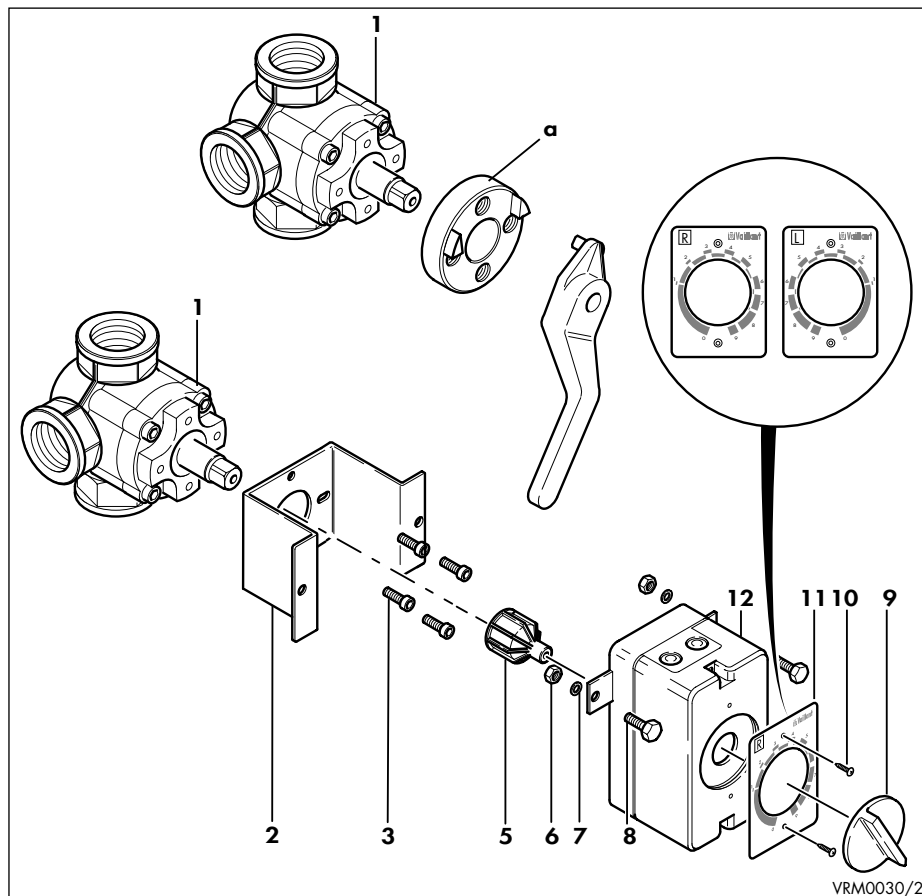

Abb. 4.2: Montage
4.2 VRM... montieren (Abb. 4.2)
- Schrauben Sie den Haltebügel (2) mit den Imbusschrauben (3) am Mischer (1) an.
- Stecken Sie den Adapter (5) auf die Motorwelle.
- Schieben Sie den Mischermotor (12) in senkrechter Position auf die Mischerwelle.
- Befestigen Sie den Mischermotor (12) mit den Sechskantschrauben (8) und den zugehörigen Muttern (6) und Unterscheiben (7) am Haltebügel (2).
- Schrauben Sie die Einstellskala (11) entsprechend der Einbaulage mit den Schrauben (10) auf den Mischermotor (siehe Bedienungsanleitung des Mixers).